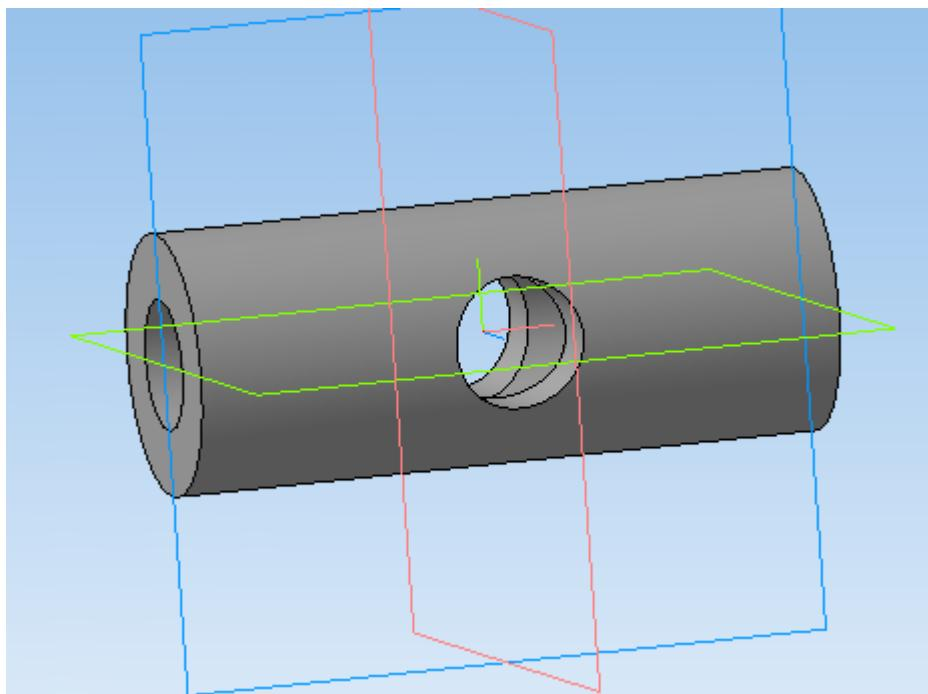

Рис. 22
**19.** У Вас должно получиться следующее (рис. 22)